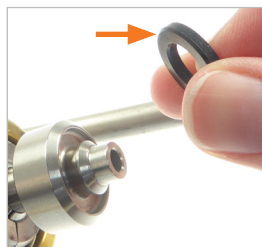

Figure 12
- ▶ Insérez le nouveau joint frontal (n° 7) dans la gorge nettoyée (*Figure 12*). Assurez-vous que le joint frontal n'est pas vrillé et qu'il est inséré correctement dans la gorge. Le montage du joint frontal s'effectue sans outil.